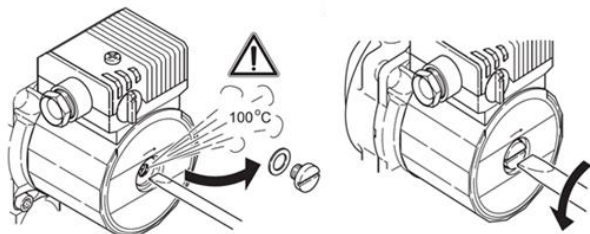

Рисунок 33. Проверка вала насоса
**14.4** В начале отопительного сезона перед запуском прибора необходимо выполнить промывку предохранительного клапана – повернуть поворотную крышку в направлении стрелки (см. рис. 33).